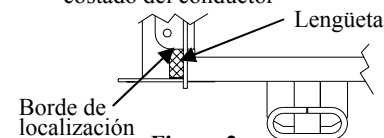

Figura 2
5. Alinee el soporte del pasajero con el borde de localización y la lengüeta, vea la **Figura 2** (revise el enganche para la alineación perpendicular del vehículo verificando que el soporte esté plano contra el larguero del bastidor), vea la **Figura 4**. Podría ser necesario empujar el soporte del costado del pasajero plano contra el larguero del bastidor. Luego, con el enganche como plantilla marque las ubicaciones de los orificios. Perfore los orificios de 1/2". Opcional: Baje el enganche para perforar dos (2) orificios de 1/2" en los largueors del bastidor. Repita el paso 4.